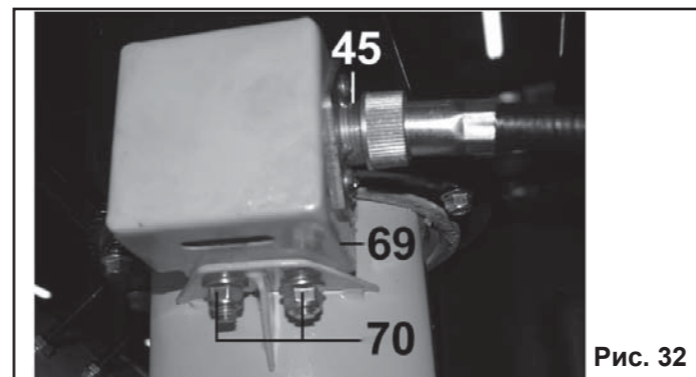

Рис. 32
**9.10. Регулировка положения червяка поворота желоба (Рис.32).**